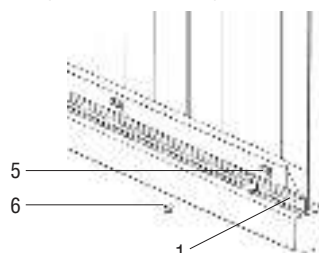

Рисунок 4
4. Не крутите болт втулку (6), но не затягивайте ее. Втулка (6) должна прижимать скобу (5) к С-профилю (1) (см. рисунок 4).